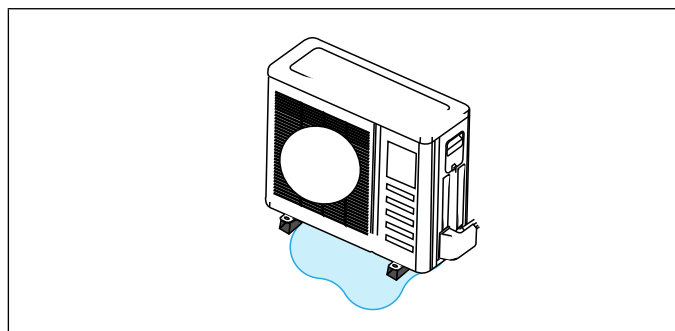

Figure 23. Éviter les dangers causés par le gel de l'eau de dégivrage
- Faire très attention à l'élimination de l'eau de dégivrage pour éviter que la glace empêche l'utilisation des allées ou crée un danger à proximité de l'unité extérieure comme illustré à la « Figure 23. Éviter les dangers causés par le gel de l'eau de dégivrage ».